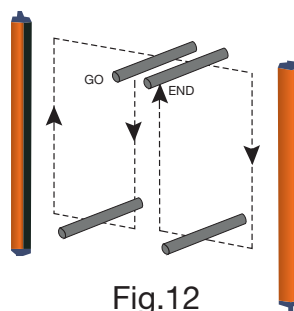

Fig.12
- l'ESPE rimanga in blocco ( I) intercettando i raggi lungo l'area protetta utilizzando l'apposito test piece e secondo lo schema di Fig.12.